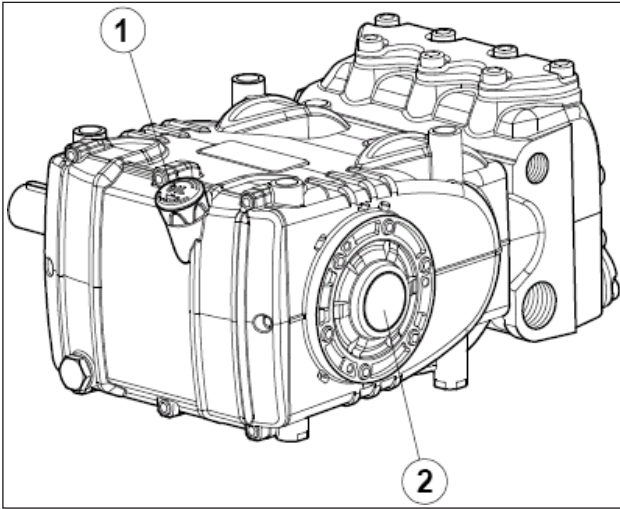

图 14
5. 泵壳中的油处于规定的油位，可通过专用的油位杆 (①, 图 14) 进行检查，此外也可用油位指示器 (②, 图 14) 进行检查。